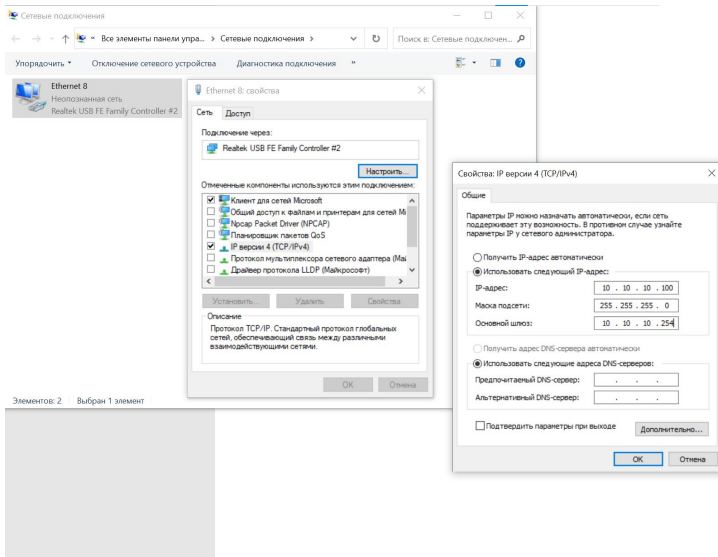

Рисунок 5 – Сетевые настройки ПК
- 2) Установить на ПК следующие сетевые настройки (Рисунок 5):